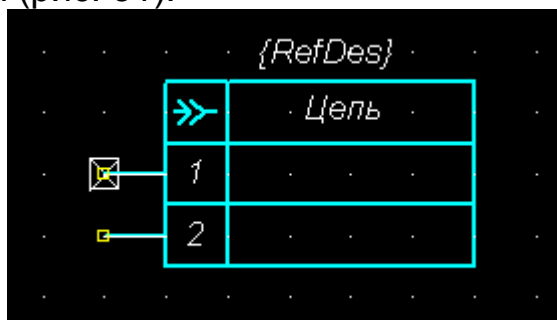

Рис. 31 Символ разъема
10.12Создайте символ с двумя контактами и выводами слева от разъема (рис. 31).